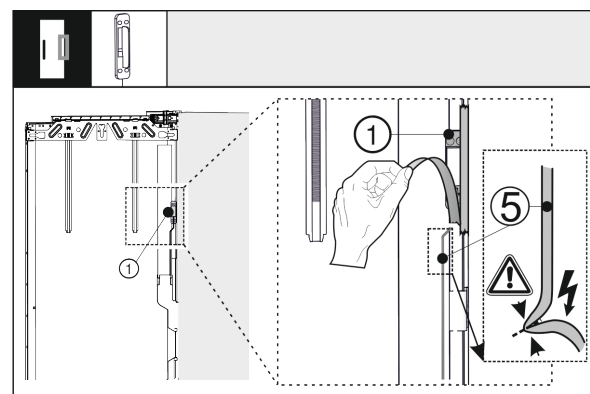

Fig. 41
- Retirer le capteur de frappe Fig. 41 (1) de la porte extérieure. Ne pas endommager le câble de raccordement Fig. 41 (5).